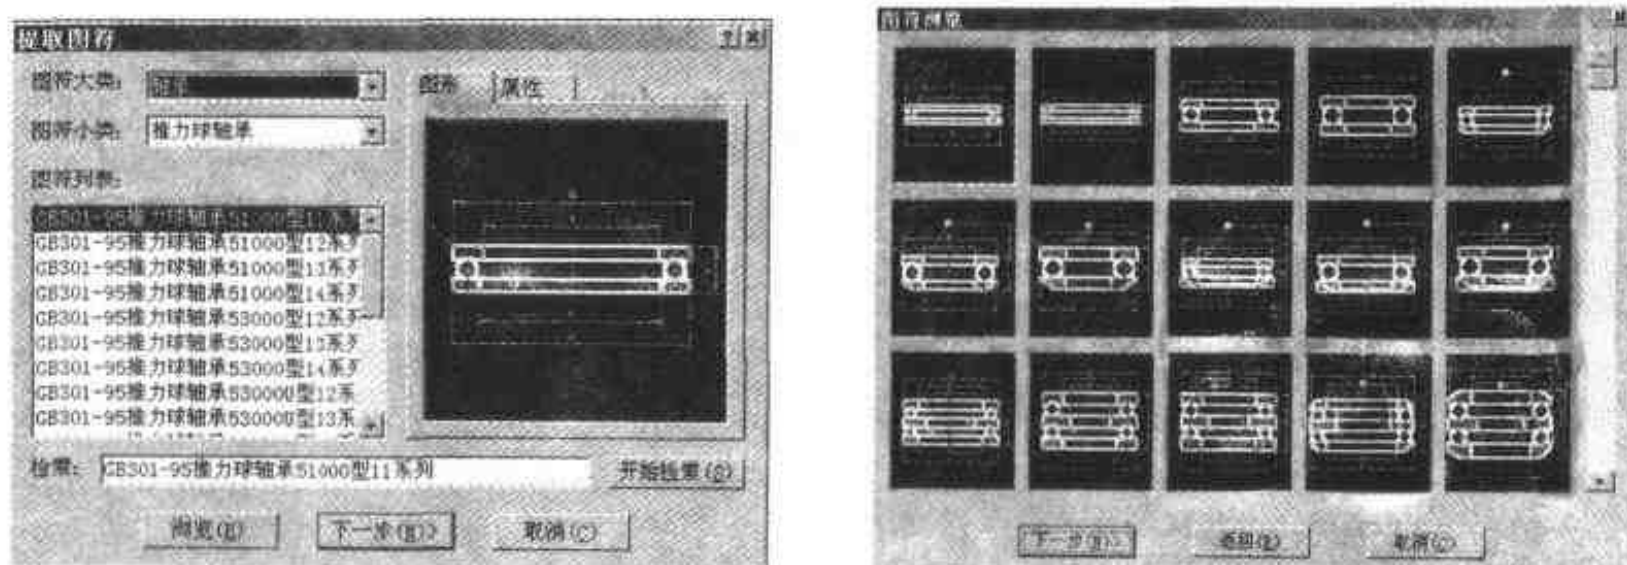

图 1.30 【提取图符】和【图符浏览】对话框
- (1) 单击【库操作】工具条上的【库操作】按钮，再单击该按钮下方的【提取图符】按钮，弹出【提取图符】对话框(图 1.30)，在这个对话框中选定要提取的图符。
- (2) 在【提取图符】对话框中，单击打开【图符大类】下拉列表，从弹出的【图符大类】列表中选择需要的大类，此时【图符小类】下拉列表框中的内容自动更新为与该大类对应的小类列表。用鼠标单击任一图符名或用键盘方向键选择任一图符名，该图符则成为当前图符，预显框中会显示出该图符的图形。如果想要查看图符的属性信息，则单击【属性】标签。单击【图形】标签，则恢复为用图形显示。如果不清楚要提取的图符在哪个类，就在【检索】文本框中输入图符的名字，也可以只输入名字的一部分，再单击【开始检索】按钮，电子图板将在图库中查找符合条件的图符，如果找到了则将其设置为当前图符。
- (3) 在【提取图符】对话框中，一次只能查看一个图符的图形。如果觉得不够方便，
可以单击【浏览】按钮,进入【图符浏览】对话框(如图 1.30 所示),图符浏览功能尤其适用于小类中图符个数较多且图形差异明显的情况。